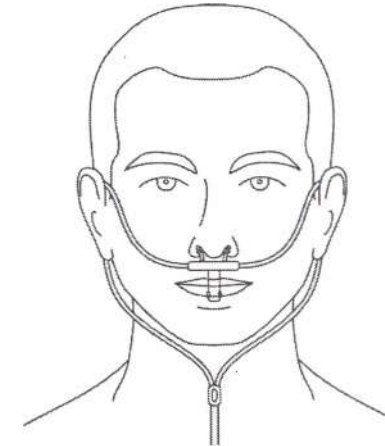

Рис. 5. Установка датчика дыхания
- 4. Зафиксируйте датчик на голове пациента с помощью специальной петли на подбородке (затяните шнурок) как показано на рис. 5.